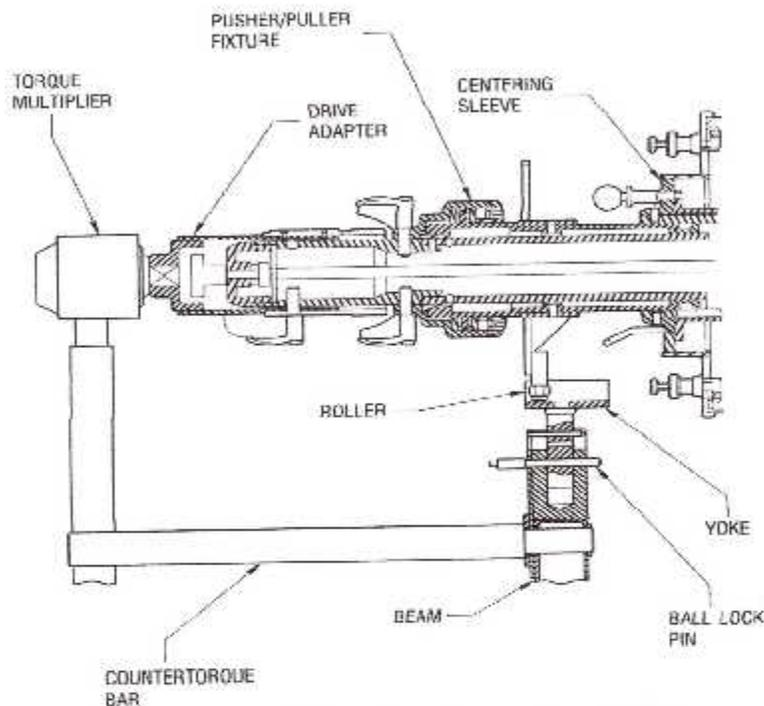

Fig. III.37. Installation du Tool Set, 856A3524G01 sur le Dispositif d'Alignement, 856A3501G04.
- c. On installe **Tool Set, 856A3524G01**.fig .III. 36 sur le Dispositif d'Alignement, 856A3501G04.voir fig. III. 37 comme suit :